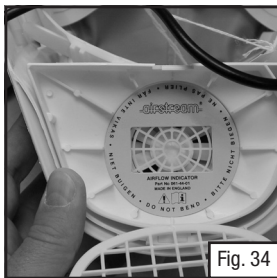

Fig. 34
2. Sujete hacia abajo el casco y coloque el indicador de flujo de aire sobre la rejilla redonda del ventilador (Fig. 34). **Asegúrese que el indicador del flujo de aire no esté doblado o dañado.**